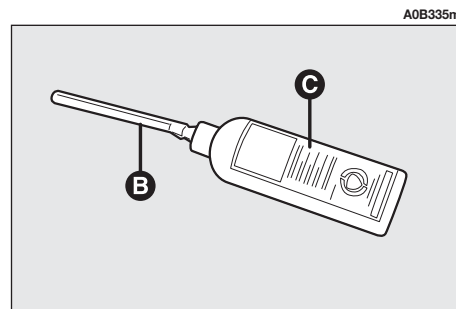

fig. 14
2) Avvitare il tubo flessibile di riempimento (**B-fig. 14**) alla bottiglia (**C**).